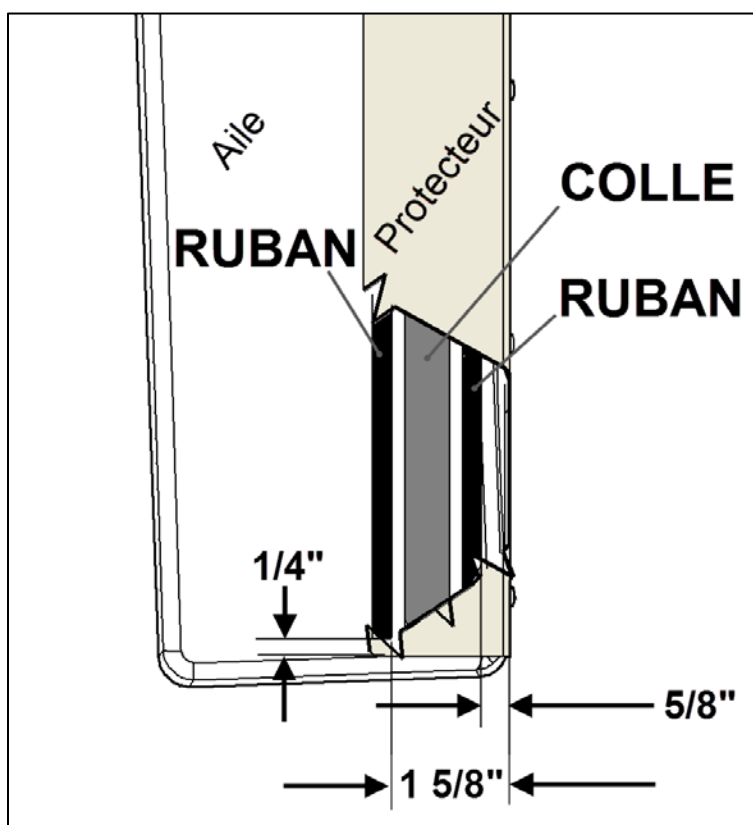

FIGURE 4 : POSITIONNEMENT DES RUBANS SOUS LE PROTECTEUR.
- Essayer le protecteur sur l'aile. Marquer la position des rubans adhésifs avec du ruban de masquage selon la Figure 4.
- Tirer un cordon de colle Simson entre les deux rubans Figure 4.